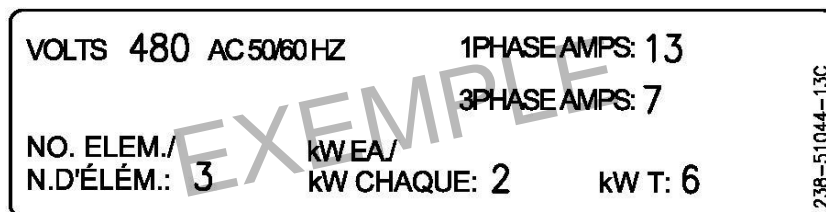

Figure 14. Superposition d'étiquettes à dos adhésif
2. Repérez l'étiquette à dos adhésif (voir figure 14) qui se trouve à l'intérieur du kit. L'étiquette portera les nouvelles données électriques correspondant à la conversion qui vient d'être effectuée.